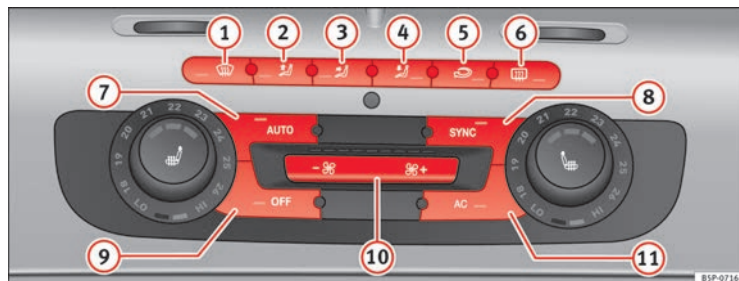

Fig. 131 Sur la planche de bord : éléments de commande du Climatronic bi-zone
- Tournez les molettes de régulation de la température ⇒ fig. 131 pour régler la température du côté gauche et droit respectivement.
- Appuyez sur la touche **AUTO** ⇒ fig. 131. « AUTO High » apparaît sur l'afficheur de l'autoradio (grande vitesse de la soufflante).
- Appuyez de nouveau sur la touche **AUTO** ⇒ fig. 131. « AUTO Low » apparaît sur l'afficheur de l'autoradio (basse vitesse de la soufflante).